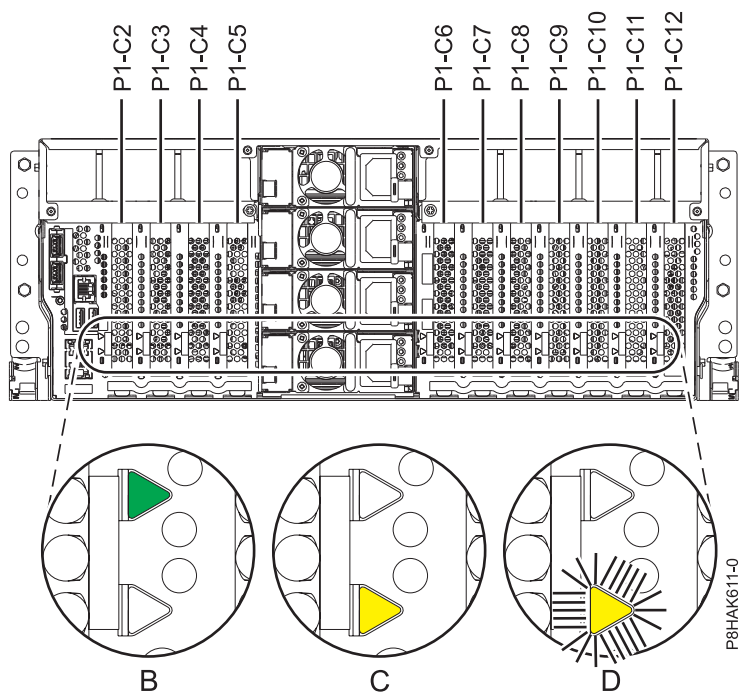
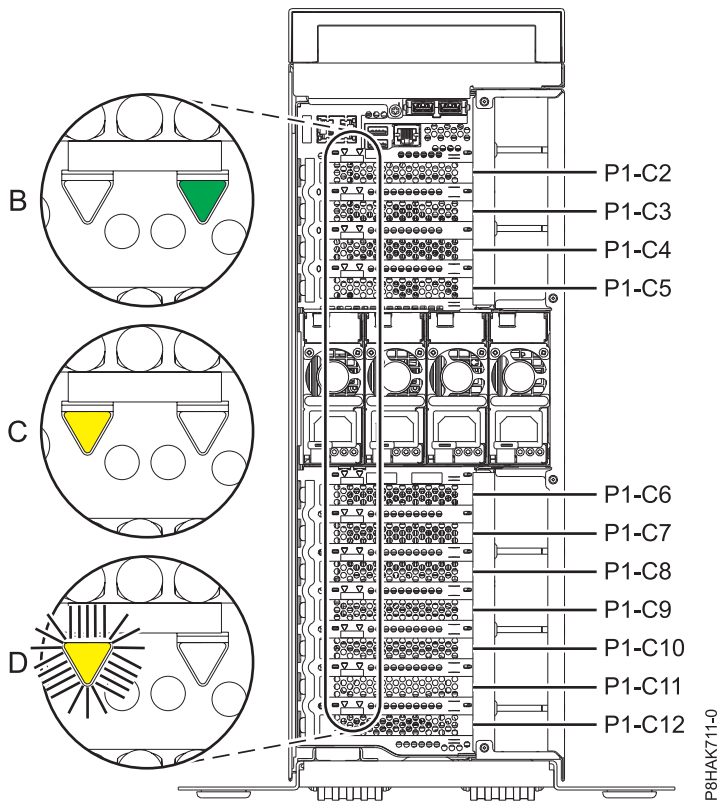

Figura 31. Ubicaciones de la ranura del adaptador PCIe y ubicaciones de los LED en un sistema montado en bastidor
Figura 32. Ubicación de la ranura del adaptador PCIe y de los LED en un sistema 8286-41A autónomo
Si está prestando servicio técnico para un adaptador PCIe anómalo, busque el LED ámbar parpadeante del adaptador PCIe anómalo para identificarlo. Consulte la Figura 31 y la Figura 32 en la página 38 que muestran el estado de los LED. Tenga en cuenta que el LED ámbar del adaptador PCIe anómalo está **parpadeando**, como se muestra en (D) en la Figura 31 y la Figura 32 en la página 38.
Atención: Si el adaptador PCIe está funcionando correctamente, el LED de actividad está **encendido** (verde) y el LED de error ámbar está **apagado**, como se muestra en (B) en la Figura 31 y la Figura 32 en la página 38. No intente extraer el adaptador PCIe en funcionamiento.